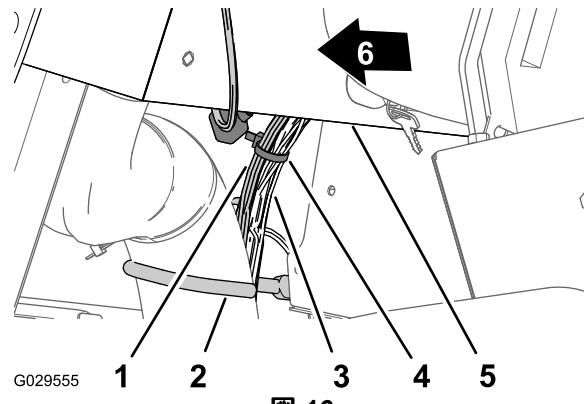

図 16
5. ケーブルホース用フックの近くで、ダッシュパネル用の240cmの枝線を、車両用ワイヤーハーネスにケーブルタイで縛りつける図16。